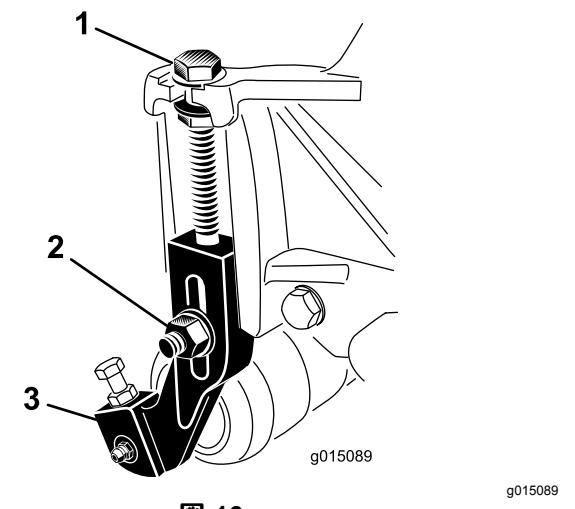

図 16
1. 刈り高ブラケットをカッティングユニットのサイドプレートに固定しているロックナットをゆるめる図16。